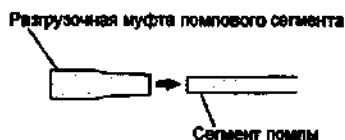

Рис. 3. Установка непрозрачной разгрузочной муфты на помповый сегмент.
1. Наденьте непрозрачную разгрузочную муфту помпового сегмента суженным концом вперед на размещенный помповый сегмент (Рис. 3).